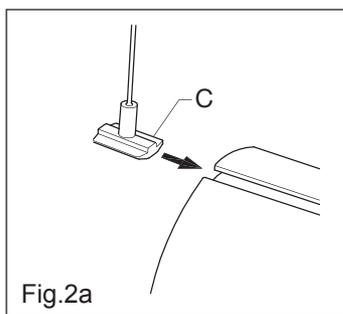

Fig.2a
- Dopo avere fissato a plafone la sospensione semplice e la sospensione elettrificata (non in dotazione; vedi istruzioni relative), inserire le rispettive staffe di acciaio [C] (in dotazione con l'accessorio), facendole scorrere nel canale presente sulla parte superiore del modulo (fig. 2a).